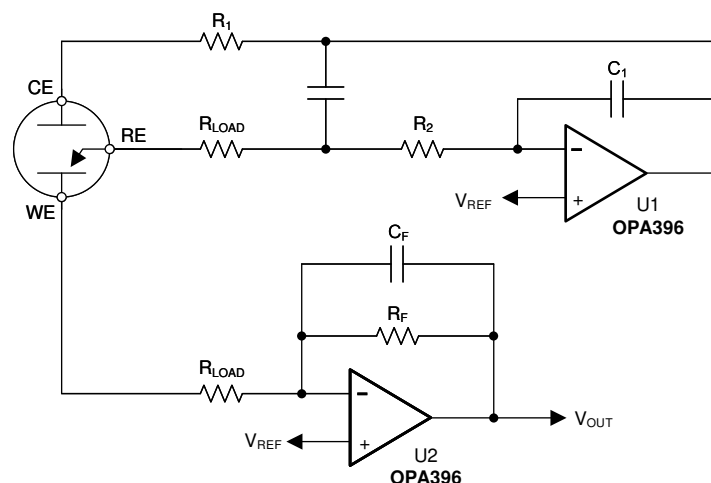

図 8-1. 3 端子 CO ガス・センサ
図 8-1 に、3 端子のバイアスなし CO センサと組み合わせて使用する、シンプルなマイクロパワー・ポテンショスタット回路を示します。この同じ設計は、他のさまざまな 3 端子ガス・センサや電気化学セルにも応用できます。基本的なセンサには、センス電極または動作電極 (WE)、カウンタ電極 (CE)、リファレンス電極 (RE) の 3 つの電極があります。電流は CE と WE の間を流れ、検出された濃度に比例します。RE は内部基準点の電位を監視します。バイアスなしのセンサでは、CE のバイアスを調整して、WE と RE を同じ電位に維持する必要があります。U1 で形成されたポテンショスタット回路を介して、サーボ・フィードバック・アクションにより RE ピンが V_{REF} で設定された電位に維持されます。センサの静電容量が大きいため、R1 は安定性を維持します。C1 と R2 はポテンショスタット・インテグレータを形成し、フィードバック時間を一定に設定します。U2 はトランスインピーダンス・アンプ (TIA) を形成し、検出されたセンサ電流を比例電圧に変換します。トランスインピーダンス・ゲインとその結果生じる感度は、次の式 1 に従って R_F によって設定されます。